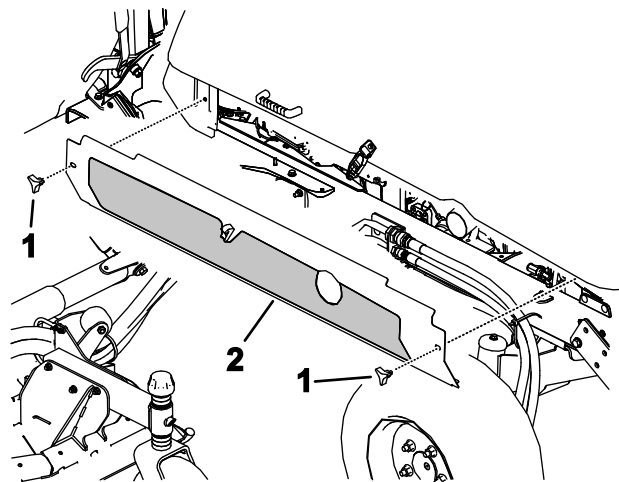

Рисунок 108
- Ослабьте ручки и снимите оба боковых кожуха (Рисунок 108).
5. Установите боковые кожухи (Рисунок 108).